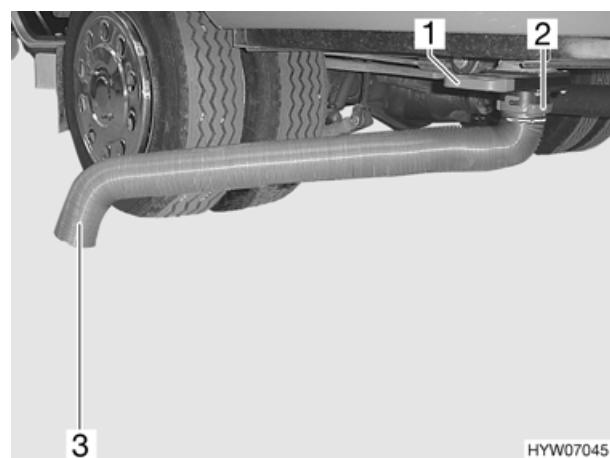

Fig. 93 Tubo fiscale
- Estrarre il tubo fiscale (Fig. 93,3) dal tubo pressostatico a destra in basso nella parte posteriore.
- Collegare il tubo fiscale con l'attacco a baionetta (Fig. 93,2) sul serbatoio fiscale.
- Tirare la leva (Fig. 93,1). Le feci saranno scaricate. In caso di necessità sciacquare la toilette più volte.